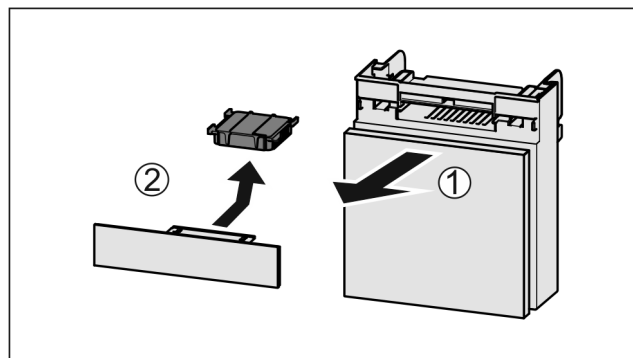

Fig. 134
- Vytiahnite zásuvku smerom dopredu Fig. 134 (1).
- Vyberte aktívny uhlíkový filter Fig. 134 (2).